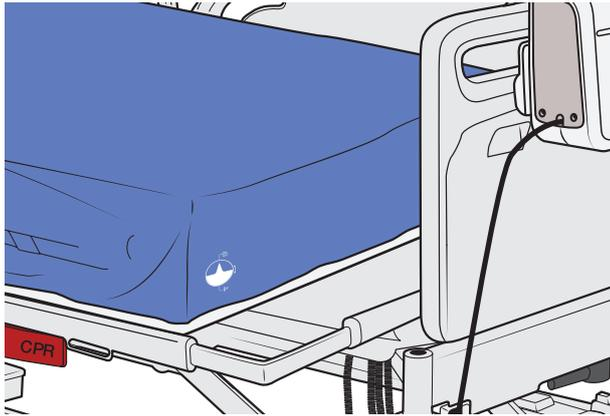

Figura 34
11. Certifique-se de que as válvulas dos coxins estão posicionadas na parte estendida de cada lado da cama. (Apenas para o colchão Auralis Plus.) Consulte a Figura 34.